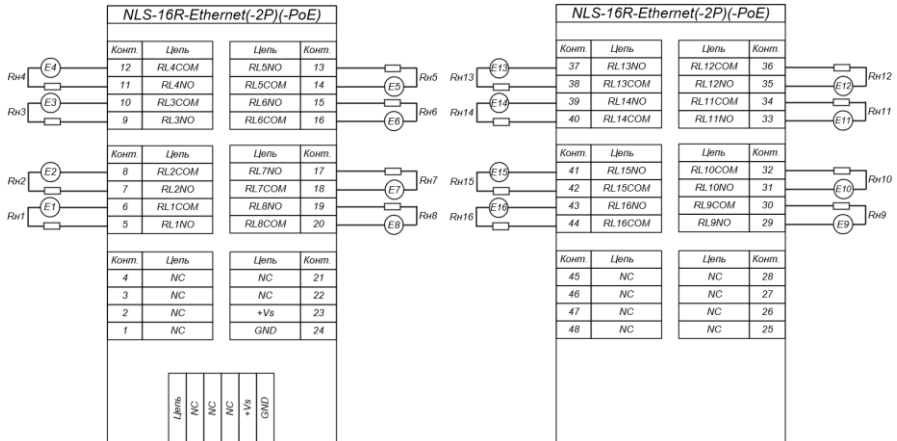

Рис. 4.27. Подключение нагрузки к модулям NLS-16R-Ethernet(-2P)(-PoE)
Дискретные выходы модуля выполнены на основе реле с нормально-разомкнутыми контактами (NO) и имеют максимальный ток выхода 3 А / =30 В 3 А / ~250 В на каждый канал. Схема подключения нагрузки к релейным выходам модуля приведена на рис. 4.27.